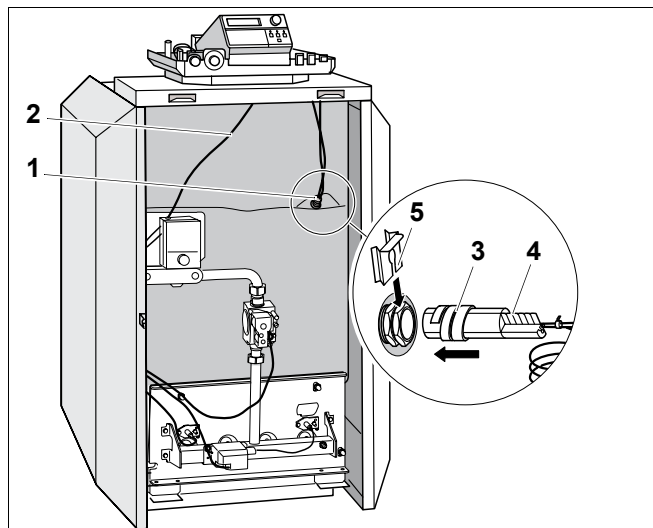

Рис. 16 Передняя крышка котла
- Провести капиллярные трубки температурных датчиков и, для системы управления серии Logamatic, провод датчика температуры котловой воды под передней крышкой котла вперед к месту замера (рис. 16, **поз. 1**). Провода при этом разматывать только на необходимую длину.
- Провести провод горелки (рис. 16, **поз. 2**) под передней крышкой котла назад к подключению системы управления.
- Температурный датчик вставить до упора в гильзу (рис. 16).
- Пластмассовая спираль (рис. 16, **поз. 3**) автоматически сдвигается назад. Компенсационная пружина (рис. 16, **поз. 4**) должна быть вставлена в гильзу.
- Надеть фиксатор датчиков (рис. 16, **поз. 5**; поставка с системой управления) сбоку или сверху на оголовок гильзы (рис. 16, см. стрелку).